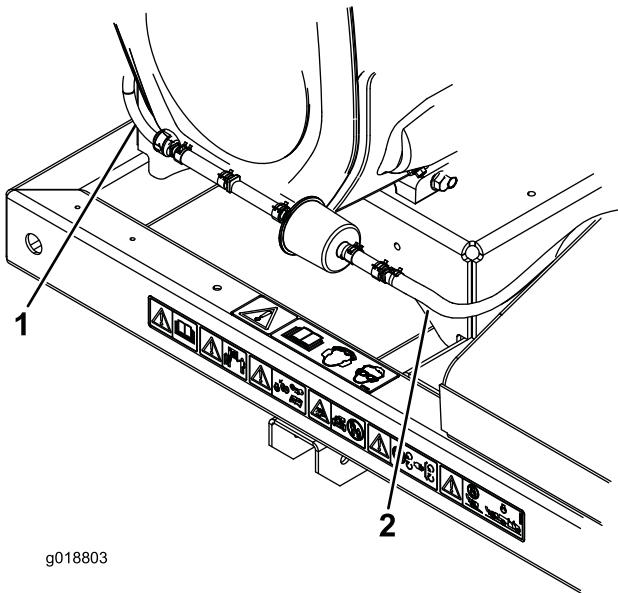

図 2
- ホース (76 cm) をカーボンキャニスターのフィッティングに取り付ける (図 2)。
- ホース (44 cm) をエンジンのフィッティングに取り付ける (図 2)。